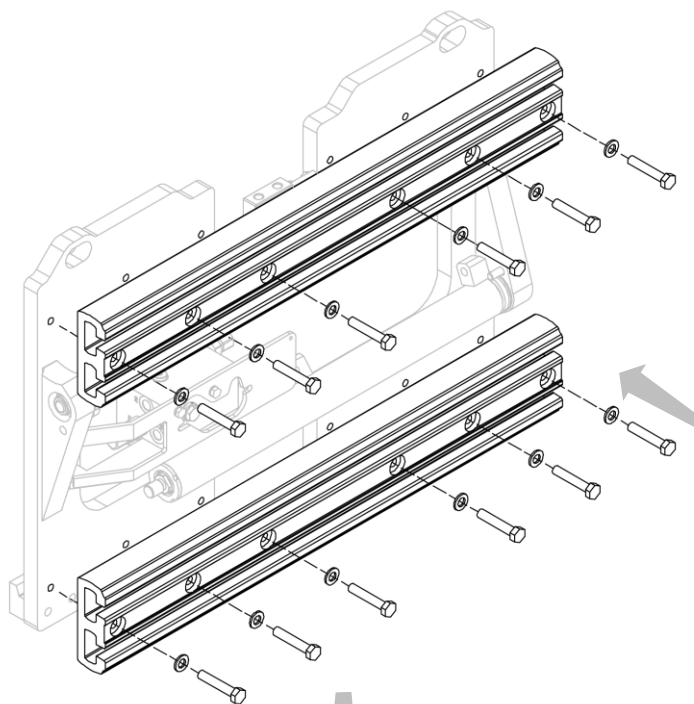
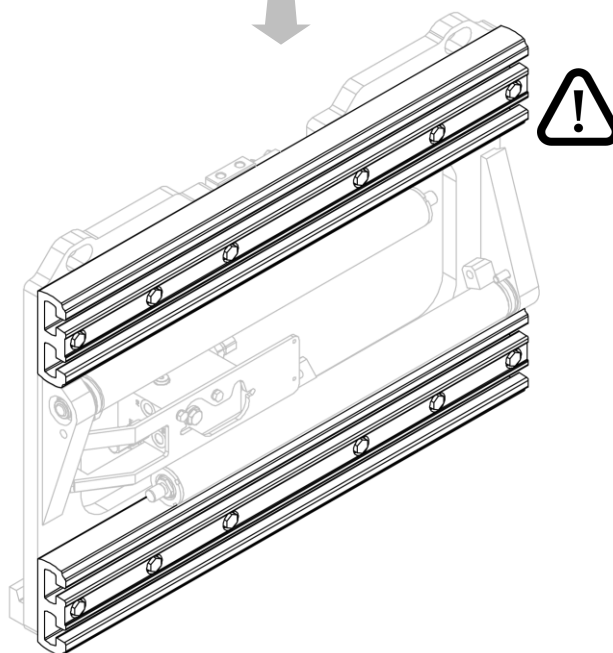

Figura 11
Figura 12
2. Instale uno a la vez los perfiles de aluminio con los tornillos adecuados (mira *Figura 11* y *Figura 12*).